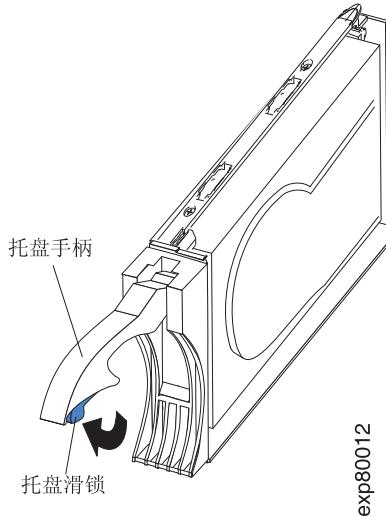

图 35. E-DDM FRU 手柄
- b. 如图 35 中所示, 将托盘上的手柄拉出, 使其处于打开位置。
- a. 如第 68 页的图 35 中的箭头所示, 按住托盘手柄底端内侧以松开 E-DDM FRU 上的滑锁。